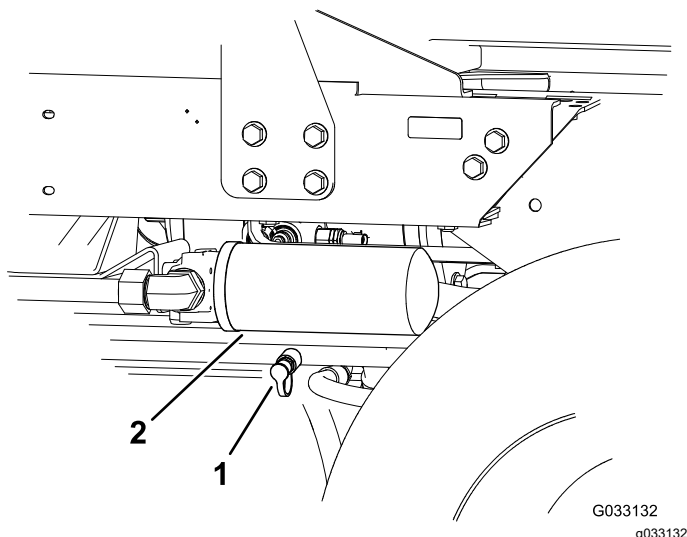

図 44
2. 後部走行マニホルドに取り付けた故障診断用フィッティングと後退走行油圧テストポートとを油圧ホースでつなぐ 図 44。